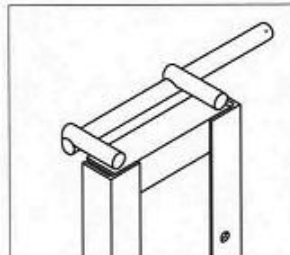

Рис. 2
3. Приварку стержней производить после забивки костыля в стену, непосредственно при монтаже стоек вертикальных. Сварка ручная электродуговая по ГОСТ 5264-80. Сварные швы - тавровые (см. Рис. 1) или нахлесточные (см. Рис. 2)